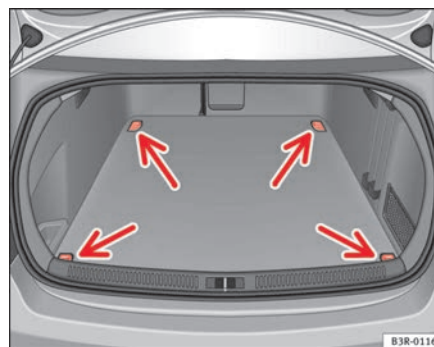

Fig. 115 Disposición de las argollas de amarre en el maletero
- Asegure la carga mediante las argollas de amarre ⇒ fig. 115 -flechas-.